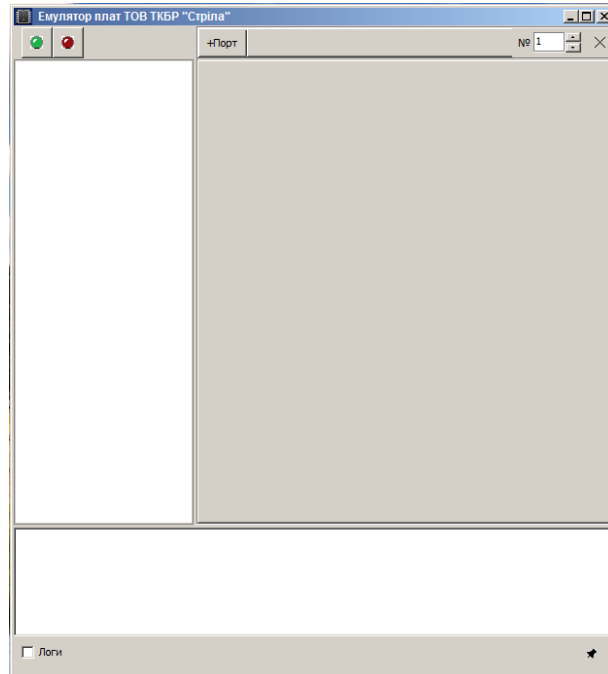

Рисунок 9. Вікно програми емуляції електричних навантажень
1. Ввімкнути комп'ютер АРМ та завантажити з робочого стола програму віртуальної емуляції електричних навантажень **EnEmulator** (🖨️), вікно якої приведене на рис. 9.